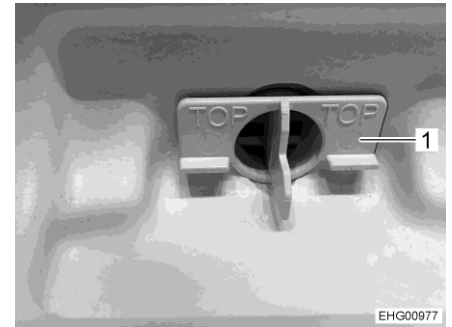

Bild 136 Plastinsats i duschkaret
- Ta bort plastinsatsen (Bild 136,1) och rengör avloppet.